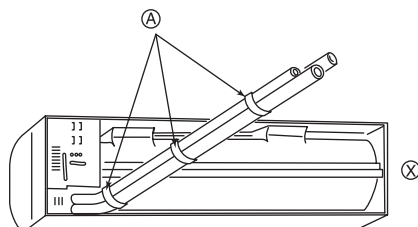

Fig. 3-4
① Прикрепите шнур к отверстию.
② Чтобы определить ровный уровень, закрепите вес на шнуре и совместите шнур с отметкой.
① Трубы сзади, справа и внизу (Fig. 3-4)